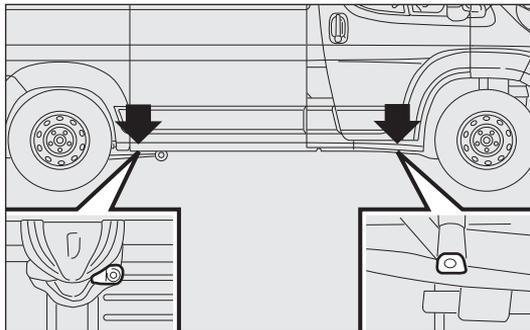
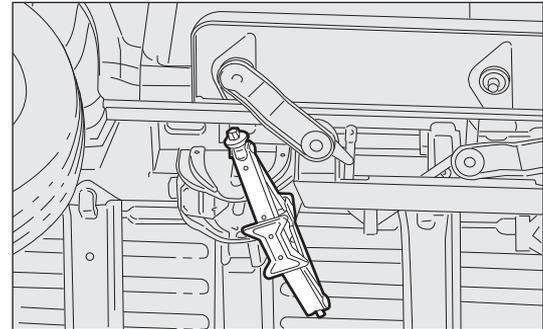

Abb. 154
Abb. 155
- den Wagenheber an der Halterung für das Anheben so nahe wie möglich am zu ersetzenden Rad, an den Punkten in Abb. 154 positionieren. Bei den Versionen mit kurzem Radstand mit einziehbarem Trittbrett muss der Wagenheber am Anhebeplatz in Abb. 155 auf 45° ausgerichtet werden, damit das einziehbare Trittbrett kein Hindernis darstellt;